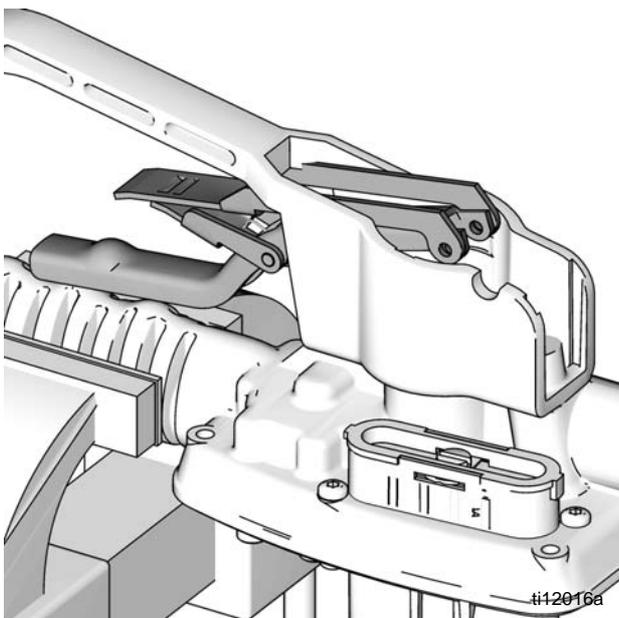

FIG. 27
e. Instale el conjunto del disparador (FIG. 27). Alinee los orificios del conjunto del disparador con los orificios de la varilla de disparo.